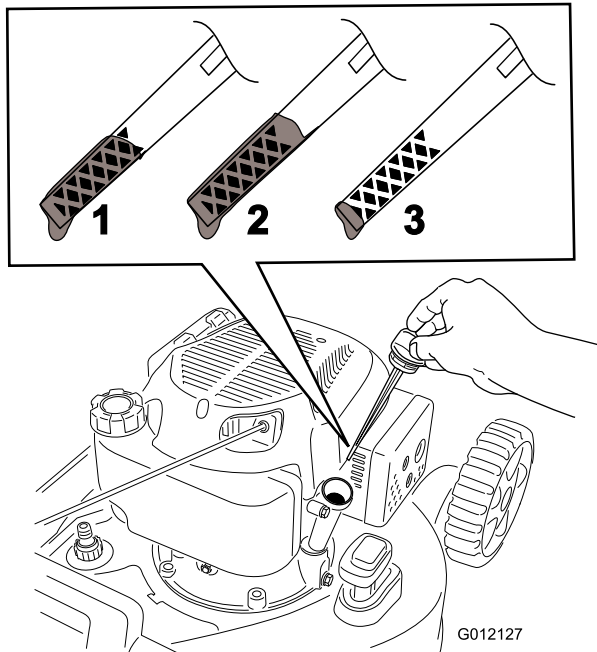

Bild 12
- Wenn der Ölstand am Peilstab zu hoch ist (Bild 12), lassen Sie Öl ab, bis der Ölstand am Peilstab richtig ist, siehe Wechseln des Motoröls \(Seite 16\).
2. Entfernen Sie den Peilstab, indem Sie den Deckel nach links drehen und herausziehen (Bild 12).
5. Lesen Sie den Ölstand am Peilstab ab. (Bild 12)
- Wenn der Ölstand am Peilstab zu niedrig ist (Bild 12), füllen Sie langsam etwas waschaktives Öl (SAE 30 oder SAE 10W-30)